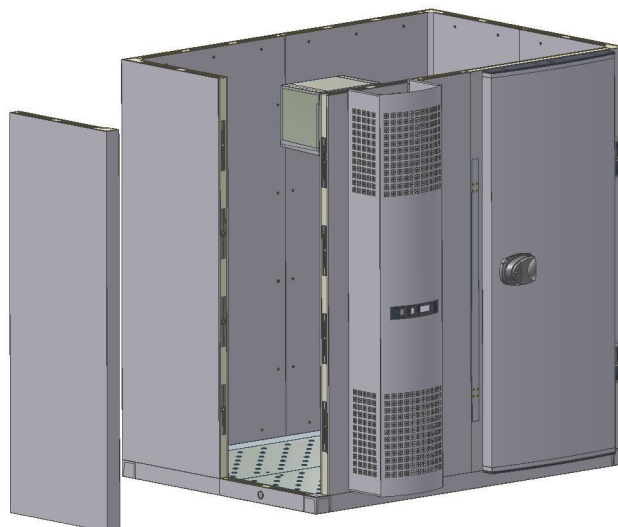

Abb. 6
- Die letzte Wände die montiert sind, sind die Wände der Decke (Abb.6).